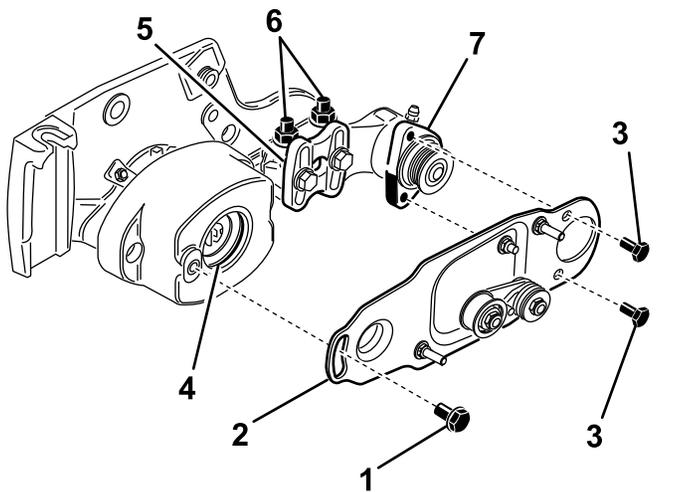

Bild 11
10. Schmieren Sie die Scheibe innen im Lagergehäuse mit Schmiermittel ein (Bild 11).
11. Lösen Sie die Schrauben (nehmen Sie diese jedoch nicht ab), mit denen das Lagergehäuse der Rollenbürste an den Befestigungshalterungen der Rollenbürste montiert ist (Bild 11).
12. Bauen Sie die Schwenkplatte der Rollenbürste ein (Bild 11). Stellen Sie sicher, dass die Scheibe richtig im Gehäuse sitzt, wenn der Vorsprung an der Schwenkplatte in die Scheibe im Lagergehäuse eingesetzt wird.
13. Schmieren Sie die zwei Schrauben (5/16 x 5/8") mit 242-Loctite (blau) ein und montieren Sie die Bürstenplatte am Lagergehäuse der Rollenbürste mit diesen Schrauben (Bild 11). Ziehen Sie die Schrauben mit 20-25 N·m an.
- Lösen Sie die zwei Bundsicherungsmuttern, mit denen die Befestigungshalterung der Rollenbürste an der Seitenplatte der Schneideinheit befestigt ist (Bild 11).
mit der Seitenplatte der Schneideinheit parallel ist (Bild 11).
- Ziehen Sie die zwei Bundsicherungsmuttern fest, mit denen die Befestigungshalterung der Rollenbürste an der Seitenplatte der Schneideinheit befestigt ist (Bild 11).
- Schmieren Sie die Ansatzschraube mit 242-Loctite (blau) ein (Bild 11). Befestigen Sie die Bürstenplatte mit der Ansatzschraube am Rollenbürstengehäuse. (Bild 11). Ziehen Sie die Schraube mit 20-25 N·m an.